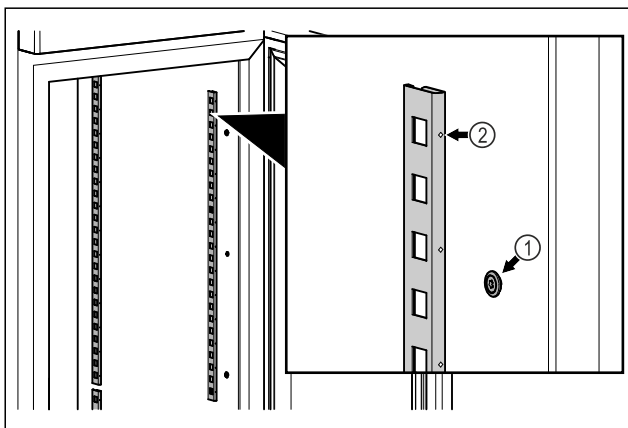

Fig. 48 Simbolična slika
- ▶ Zagozdne letve obesite na Fig. 48 (1) obojšalni element. Oznaka Fig. 48 (2) mora biti obrnjena naprej.